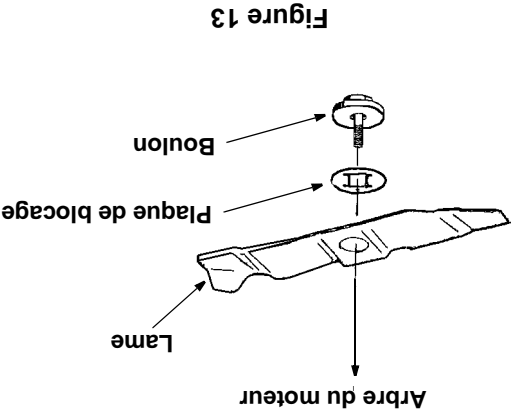

Figure 13
- Démontez la lame et le moyeu de la lame et lubrifiez l'arbre du moteur avec de l'huile légère ou de l'huile à moteur. Voir la Figure 13.
- À l'aide d'une clé ou d'une douille de 24 mm, dévissez le boulon de la lame, puis enlevez la lame (voir Figure 13).